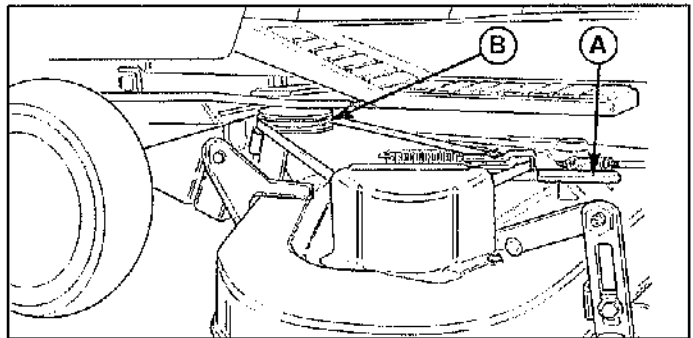

Figure 11. Dépose et installation de la courroie
5. Voir la figure 11. Déplacer le bras de tension (A) pour détendre la courroie. Engager la courroie sur la poulie de PDF (B).
7. Voir la figure 11. Déplacer le bras de tension (A) pour détendre la courroie. Engager la courroie sur la poulie de PDF (B).